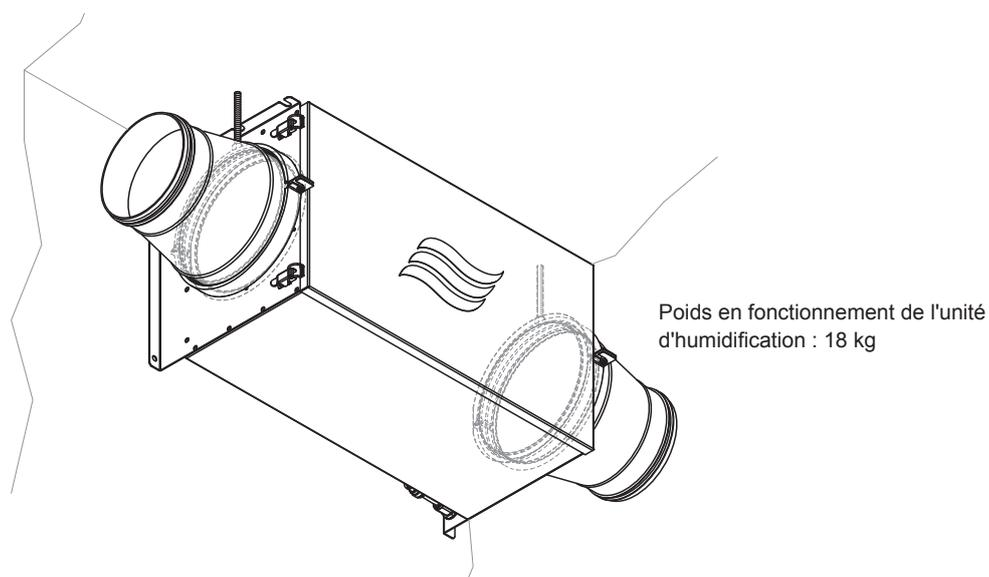

Fig. 12: Fixez le kit de prémontage aux colliers de serrage
- Fixez le kit de prémontage aux colliers de serrage (voir Fig. 12).